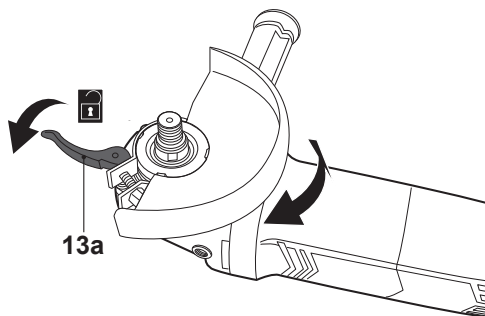

Fig. 9
- > Gire a proteção para a posição desejada (Fig. 9).